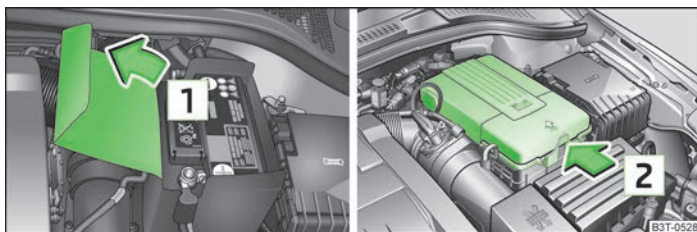

Fig. 162 Vano motor: Cubierta de poliéster de la batería del vehículo/cubierta de plástico de la batería del vehículo
La batería se encuentra en el vano motor en una cubierta de poliéster » fig. 162 o en una cubierta de plástico » fig. 162 o en un cajón lateral izquierdo del maletero » fig. 102 de la página 94.
- Abrir la cubierta de la batería en la dirección de la flecha o presionar el enclavamiento en el lado de la cubierta de la batería en la dirección de la flecha » fig. 162, levantar la cubierta y retirarla.
El borde de la cubierta de poliéster de la batería » fig. 162 se introduce entre la batería y el mamparo de la cubierta al realizar trabajos en la batería.